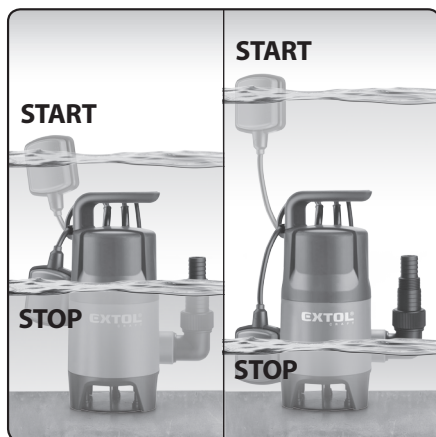

Abb. 2
➔ Die einstellbare Schwimmerkabelänge ermöglicht es, bei welcher Wasserspiegelhöhe sich die Pumpe Ein- und Ausschalten soll, siehe Abb. 2.
- Damit der Schwimmerschalter richtig funktioniert, darf die Entfernung zwischen diesem und der Aufhängung von seinem Kabel nicht zu klein sein. Das beschriebene Prinzip ist auf der Abb. 2 dargestellt.
6. Damit der Schwimmerschalter richtig funktioniert, darf die Entfernung zwischen diesem und der Aufhängung von seinem Kabel nicht zu klein sein. Das beschriebene Prinzip ist auf der Abb. 2 dargestellt.
- Der Betrieb vom Pumpenelektromotor wird automatisch durch die Lage des Schwimmerschalters im Verhältnis zur Wasserspiegelhöhe der Flüssigkeit angesteuert, siehe Abb. 2.